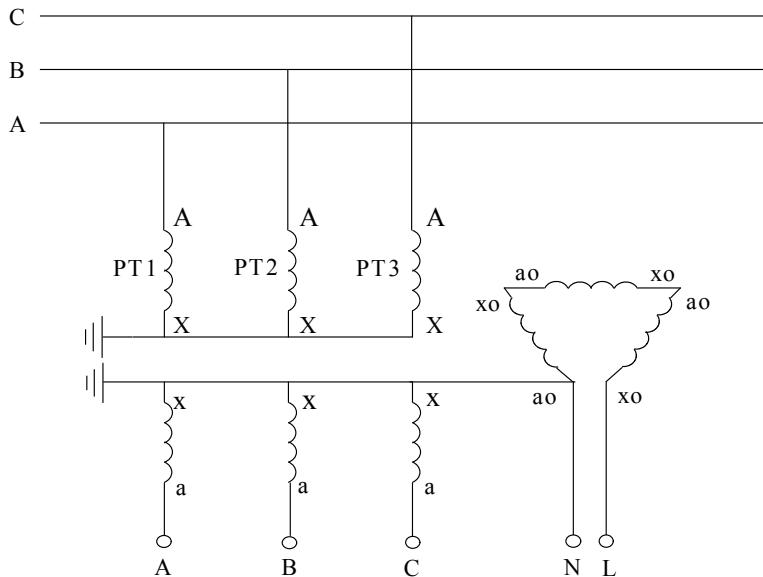
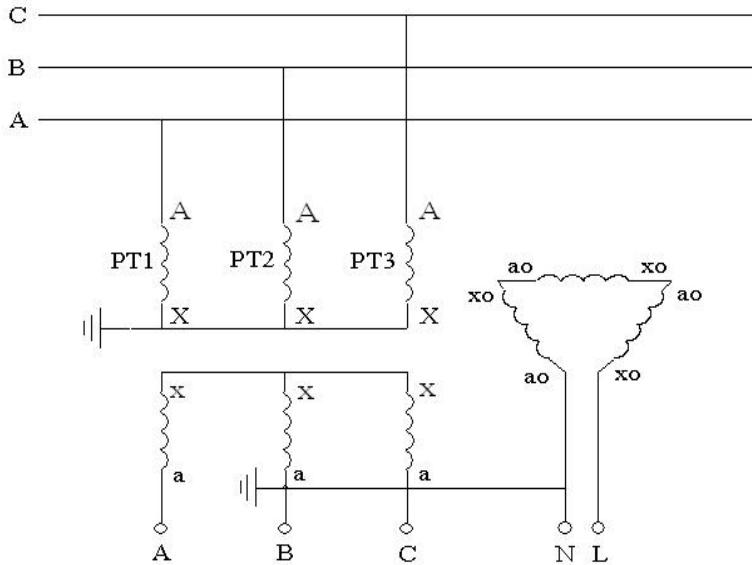

图 5 3PT 连接方式，N 接地
图 6 3PT 连接方式，B 相接地
这种连接方式分“N 接地”、“B 相接地”两种，分别如图 5 和图 6 所示。
图 5、图 6 所示的系统运行方式是从 PT 开口三角测量系统电容电流时所必须的运行方式。而对于一般的系统，并不都是处于这样的运行方式下，例如在系统中还接有消弧线圈、PT 高压侧中性点接有高阻消谐器、PT 开口三角接有二次消谐装置等。这时，为了使用测试仪进行容性电流的测量，必须将运行方式转换为图 5 或图 6 所示的运行方式。
- (3) 退出 PT 开口三角的消谐装置。如果经过实测证明，开口三角所接的某些厂家某些型号的二次消谐装置对测量结果没有影响，则消谐装置可以不退出运行。一般对于微电脑控制的消谐器，其只有在系统有谐振发生时才动作，该类消谐器一般对测量无影响。
- (4) 如果 PT 二次侧并列运行（很少见），则将其改为单独运行。
- (5) 确保将测试仪的电流输出端正确接到图 6 的开口三角 N-L 上。一般在二次的端子编号为 N600 和 L630。为了确保连接正确，可以按下列方法进行检查：用万用表分别测量 PT 二次侧三相电压和开口三角电压；将三相电压中的最大值减去最小值得到的差和开口三角电压比较，如果两者差不多，就说明找到的开口三角端是正确的；如果两者差别很大，则说明没有正确找到开口三角端。例如，测量得到三相电压分别为 61V、60V、59.5V，则正确的开口三角电压应为 1.5V 左右，如果测量得到的开口三角电压仅为 0.2V，说明所找的开口三角端不正确或 PT 开口三角连线已经断开（在现场实测中发现有多个变电站的 PT 开口三角连线断开情况）。
(6) 选择正确的 PT 变比，也就是选择正确的 PT 接线方式。电容电流测试仪是通过选择 PT 连接方式和设定系统额定高压来确定 PT 变比的，这样对于试验人员会更方便、快捷。PT 一般是采用 100/3V 的二次绕组连接成开口三角，但也有特殊的情况，有些变电站的 PT 采用 100V 二次绕组组成开口三角。为了确保选择变比的正确，可以通过测量组成开口三角的各绕组的电压来确定。
(7) 完成以上操作后，就可以使用电容电流测试仪进行电容电流的准确测量。